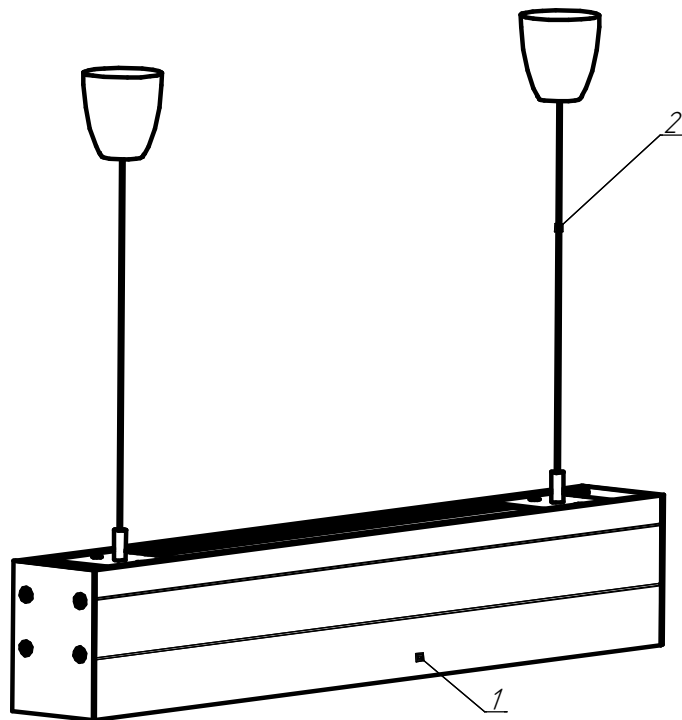

Рисунок 2 - Схема подвеса светильников
5.3. Установка светильника на тросовый подвес (см. рисунок 2) :